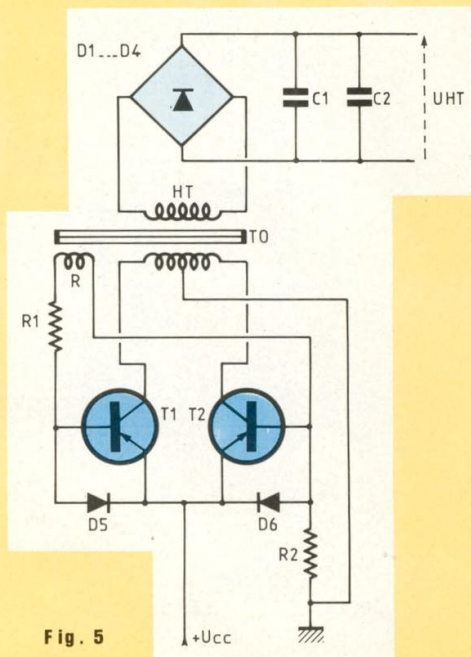

Fig. 5
**a) Le convertisseur cc/cc (fig 5).** C'est un oscillateur autonome. Deux transistors T1 et T2 fonctionnent alternativement au blocage et à la saturation, l'enroulement de réaction R connecté avec un sens correct ferme la boucle de réaction. La résistance de base R1 limite le courant de base et doit être ajustée en fonction des gains de T1 et T2. R2 permet le démarrage des oscillations. D5 et D6 permettent de n'utiliser qu'un seul enroulement de
b) Ensuite il sera prudent de monter le circuit de la fig 5 en y ajoutant R3 et VDR. Ceci permettra de découvrir le sens correct de branchement de R. Vérifier que la tension UHT est entre 450 V et 500 V. et que la tension aux